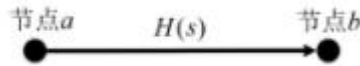

图 1 传递函数的信号流图表示
1. 认识信号流图 信号流图是由节点和支路组成的信号传递网络。系统元件的传递函数可以由连接两个节点的有向支路表示。如图 1。